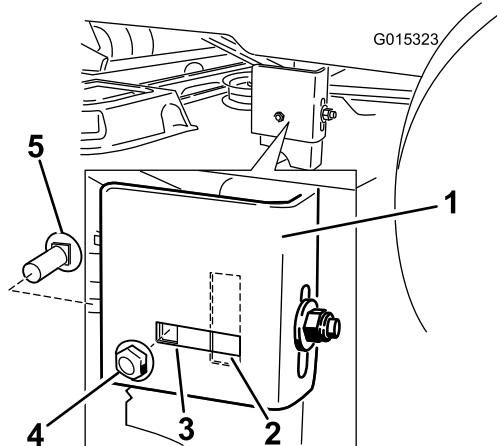

Figura 62
- Compruebe si el perno de cuello cuadrado lateral está en la posición fija o ranurada (Figura 62).
**Nota:** Si el perno de cuello cuadrado lateral está en la posición fija, retire el perno de cuello cuadrado lateral y la tuerca de bloqueo lateral de la posición fija, e instálelos en la posición de ajuste ranurada (Figura 62).